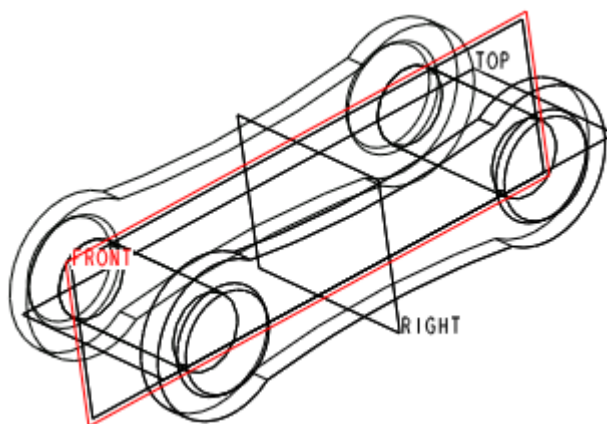

图 55-16
(1) 在模型树中选中“EXE55.PRT”，单击 ，打开镜像特征操控板。
(2) 如图 55-16 所示，选取 FRONT 基准面为镜像平面，单击 ，完成特征建立。